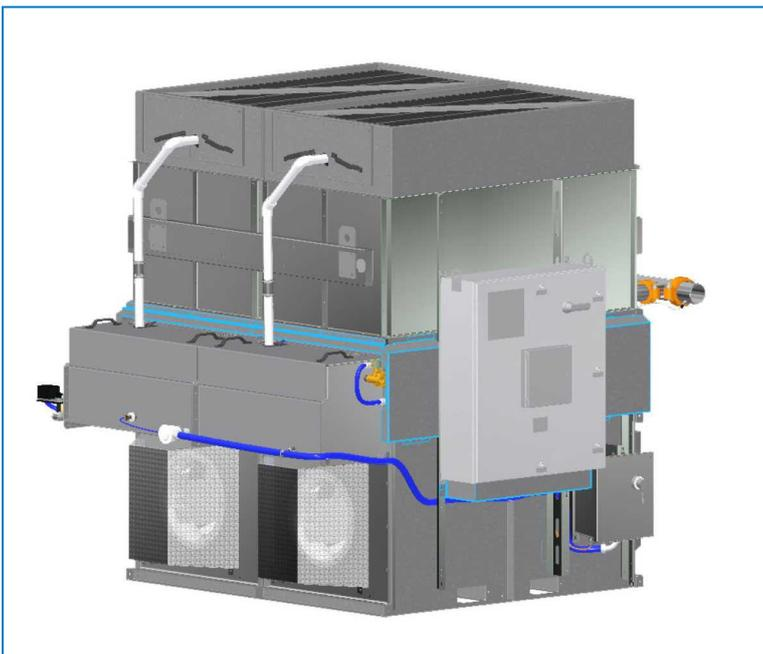
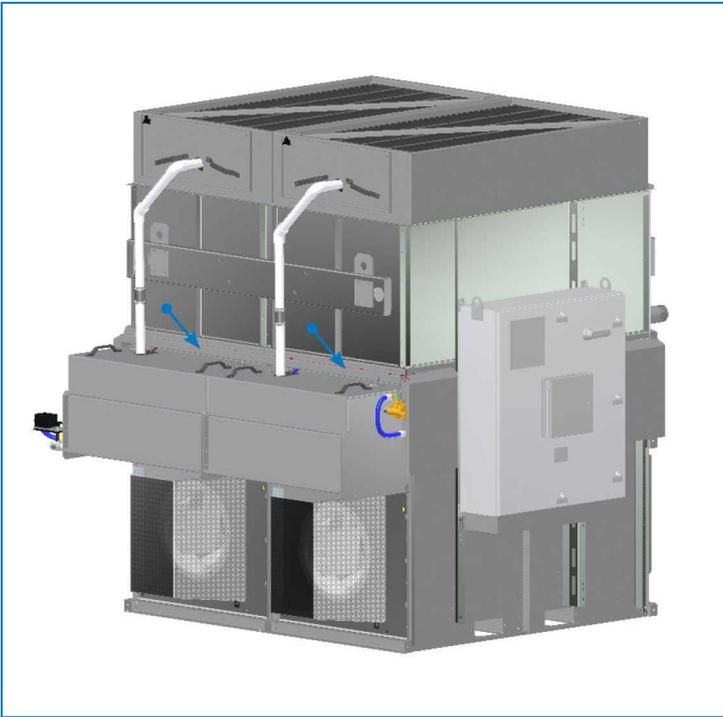

Abbildung 14 Ort der Abdeckplatten rund um die Konsole des iPilot™-Steuerungssystems (optionale Beckenheizung abgebildet)
Abbildung 19 Kabelabdeckung einbauen
1. Entfernen Sie den Rest der Abdeckplatten um die Steuerkonsole und über dem Sprühwasserbecken. Behalten Sie das Montagematerial für die Wiederanbringung der Platten. Siehe Abbildung 14.
10. Bringen Sie die Kabelabdeckplatte oben am Sprühwasserbecken an. Siehe Abbildung 19. Bringen Sie die Abdeckplatte hinten und an der Seite an. Siehe Abbildung 11 und 12. Bauen Sie schließlich die Abdeckplatten rund um die Konsole des iPilot™-Steuerungssystems an, siehe Abbildung 14.